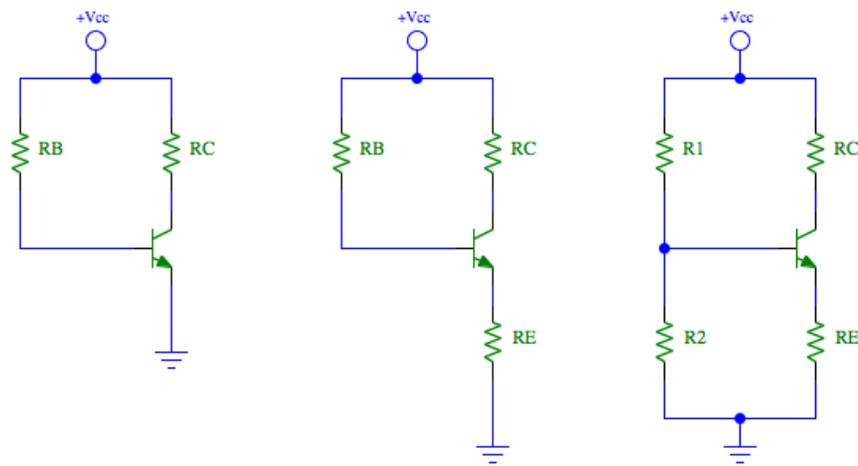

Figura 1: Amplificadores básicos en configuración Emisor-Común.
1. Calcule los valores de las resistencias para los amplificadores mostrados en la Figura 1 con el procedimiento visto en clase.
2. Arme los circuitos mostrados en la Figura 1 utilizando los valores de componentes previamente calculados.